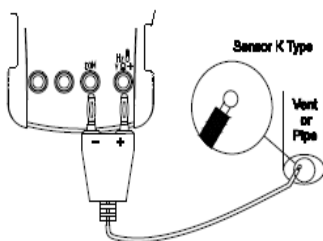

Рис.7.7
4. Датчик температуры К-типа поместить в измеряемую среду – труба водоснабжения или кран (рис.7.7).